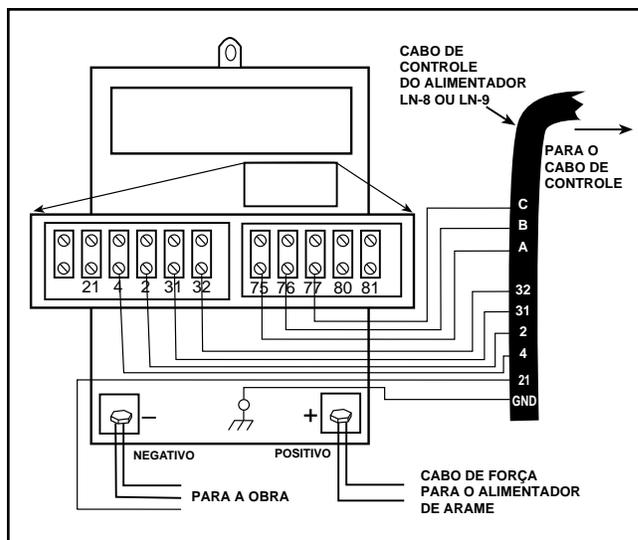

FIGURA C.7 - CONEXÃO DOS ALIMENTADORES LN-8 OU LN-9 À IDEALARC DC-600
3. Conecte o cabo de controle do alimentador à barra de terminais da IDEALARC DC-600 como mostrado na Figura C.7.
NOTA: O diagrama de conexão da Figura C.7 mostra a conexão positiva do arame. Para trocar a polaridade: